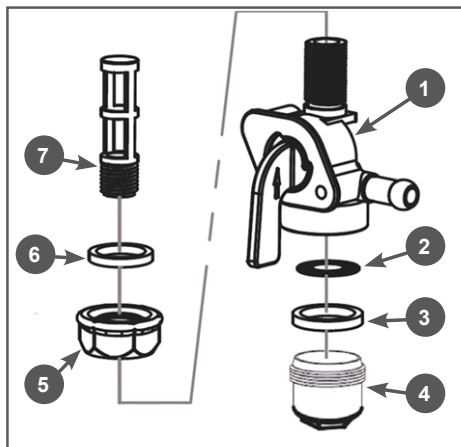

Рис. 15 Устройство топливного крана
Устройство топливного крана показано на Рис. 15.
2. Открутите контргайку 5 (Рис. 15) на 1-2 оборота.